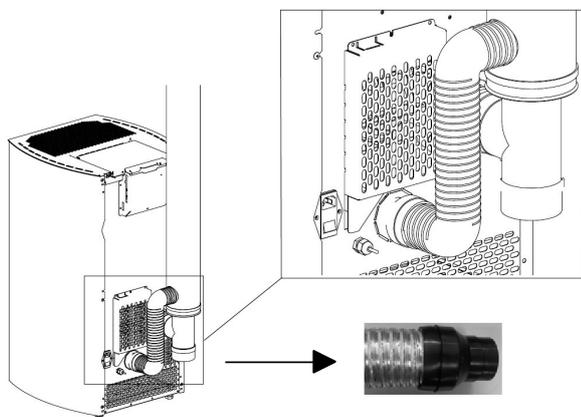
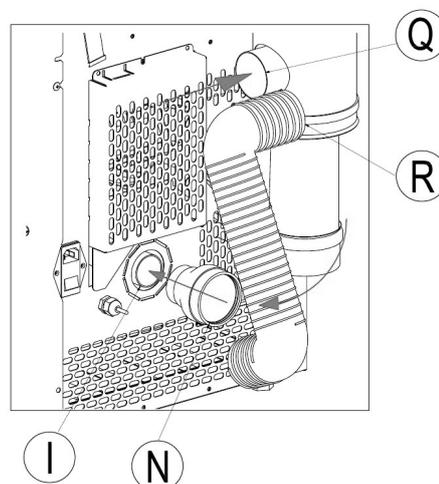

Fig. 10 - Tuyau flexible
Fig. 11 - Branchements
- En ce qui concerne les BRANCHEMENTS des tuyaux et conduits, voir **Fig. 10**.
LÉGENDE Fig. 10 - Fig. 11